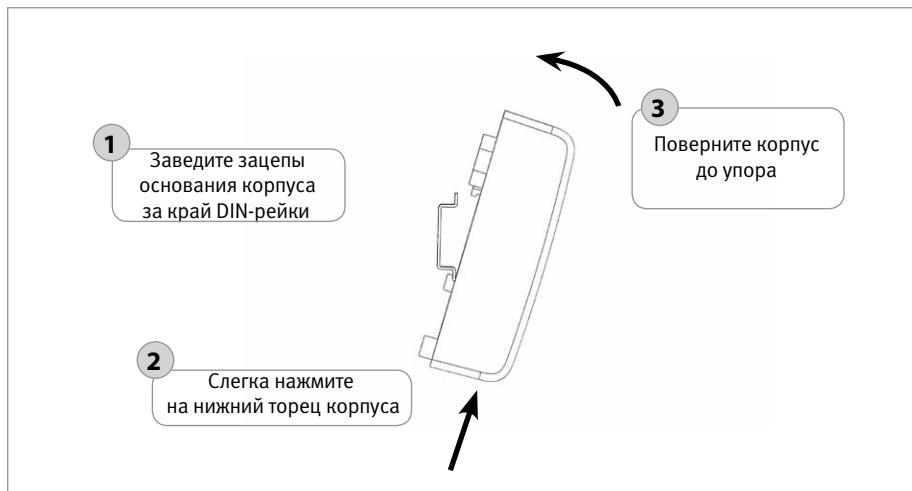

Рисунок 35.
- 2.2. Установите изделие на DIN-рейку в порядке, указанном на рис. 35.